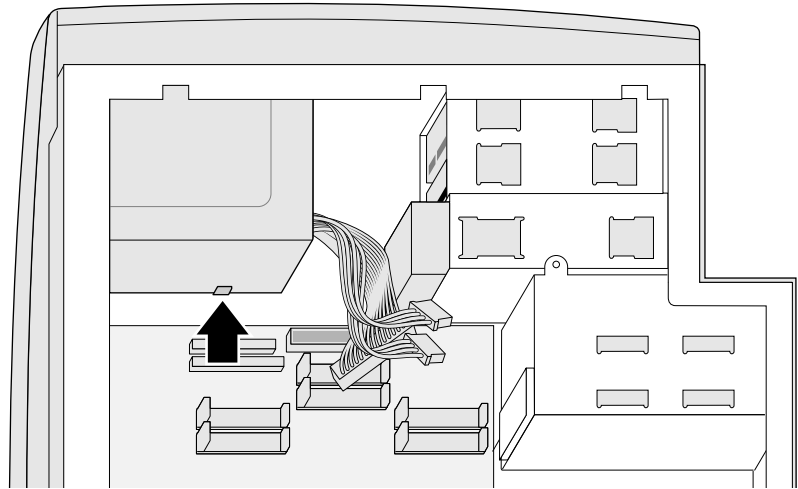

Abbildung 7-5 Metallzunge für das Netzteil
4. Legen Sie die Stromversorgung wie in Abbildung 7-5 auf die Metallzunge.